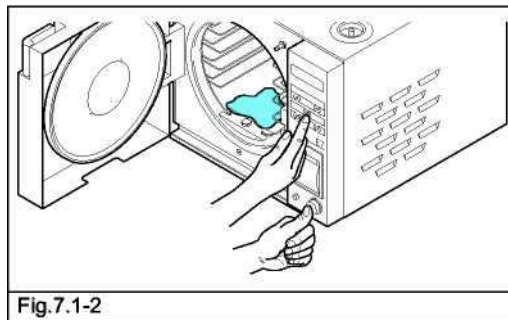

Fig.7.1-2
N.B.: нажимая кнопку **CHARGE** вместе с кнопкой **ПИТАНИЕ** (Fig. 7.1-2) когда дверь открыта вы включите водяную помпу. Эта функция используется для проверки работы помпы (визуально наблюдая наполнение стерилизационной камеры).